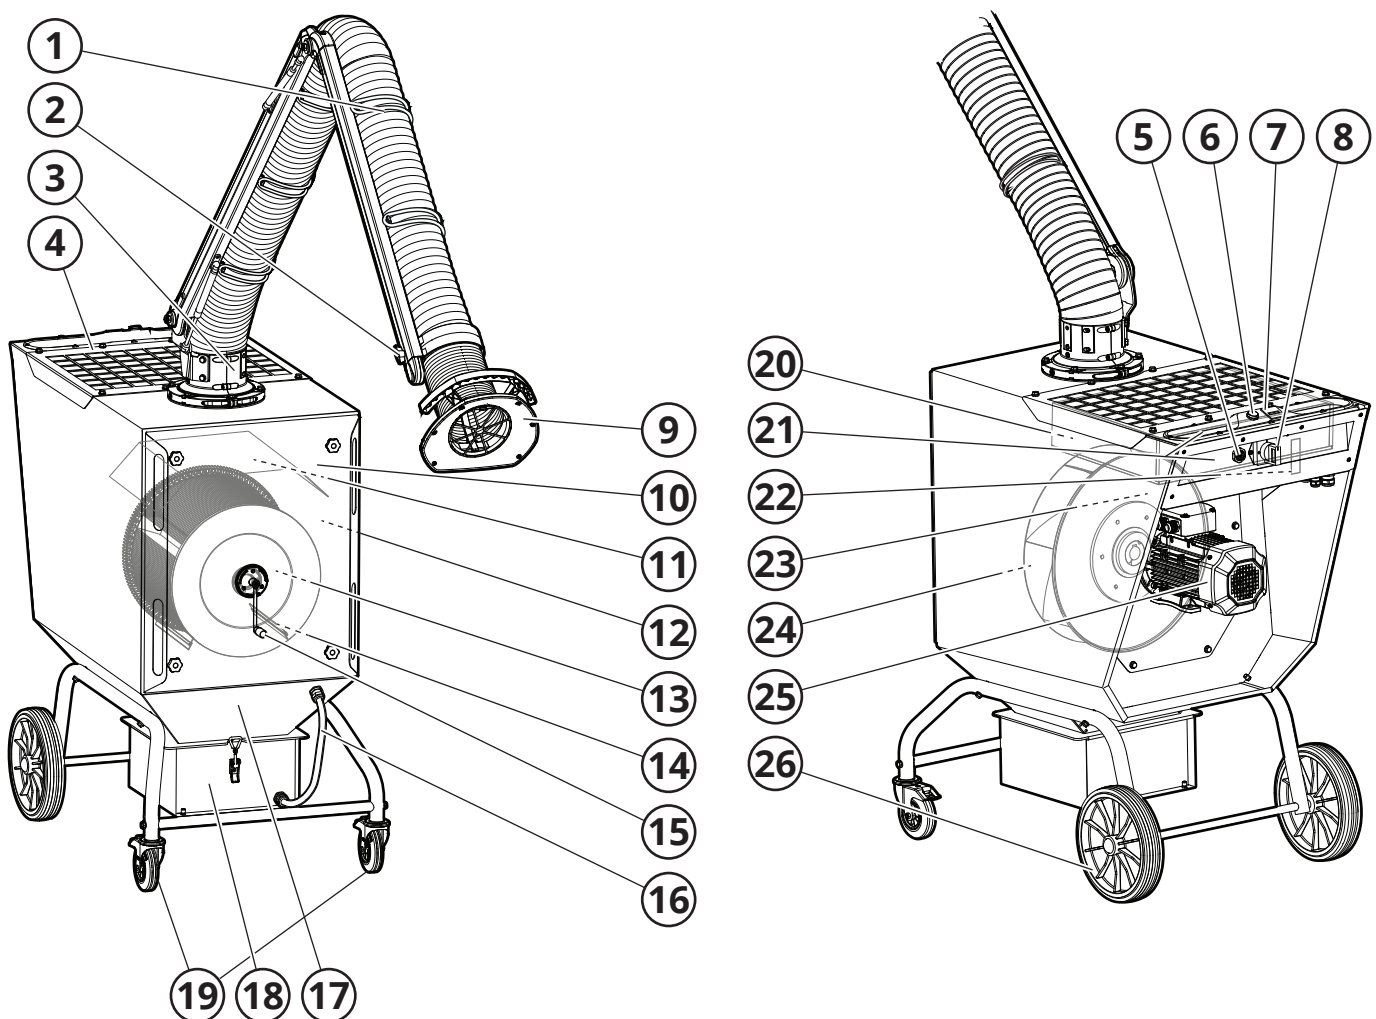

Fig. 2
Siehe Fig. 2.
Die verunreinigte Luft wird über den Absaugarm (1, **Fig. 2**) zur schmutzigen Seite der Maschine (12) gesaugt, wo die Luft durch die Filterpatrone (13) gereinigt wird. Die Filtrationsrate beträgt $\geq 99\%$ der Rauch- und Staubverunreinigungen von Schweißarbeiten an hochlegierten Stählen, wie z. B. Stählen mit einem Nickel- und Chromgehalt von 30 %. Anschließend wird die gereinigte Luft durch das Ventilatorlaufrad (24) gesaugt und über die Reinseite der Filtereinheit (23) durch das Auslassgitter (4) in den Raum geleitet.